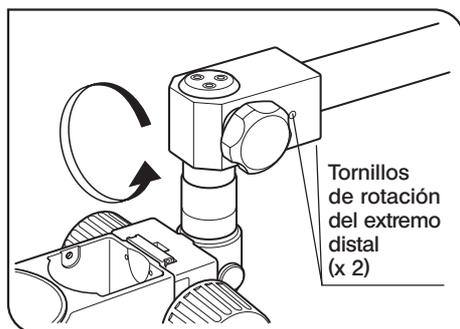

Fig. 9
5. Para girar el extremo distal del brazo horizontal con respecto al brazo, afloje los dos tornillos del extremo distal, utilizando la llave de Allen suministrada. (Fig. 9)